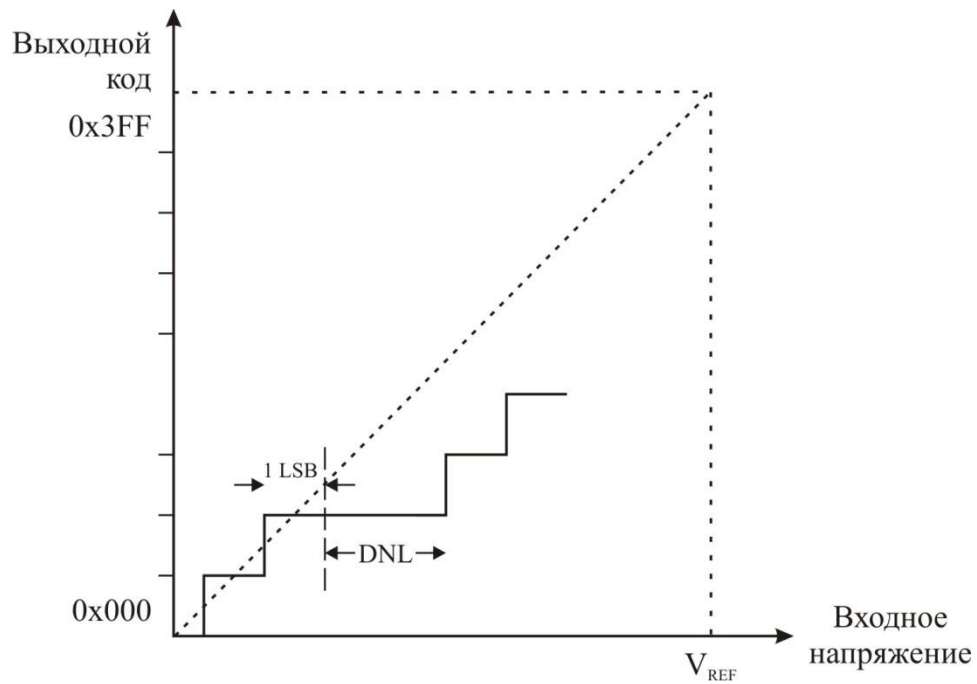

Рисунок 3.119 – Дифференциальная нелинейность (DNL)
4. Дифференциальная нелинейность (DNL) – максимальное отклонение между шириной фактического кода (интервал между двумя смежными переходами) от ширины идеального кода (1 младший значащий разряд). Идеальное значение: ноль (рисунок 3.119).